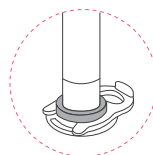

Figure 14
**REMARQUE :** Assurez-vous qu'il est complètement inséré jusqu'à ce que vous atteigniez la marque sur le tuyau et enclenchez les clips de verrouillage dans chaque orifice d'eau pour éviter les fuites d'eau (**Figure 14**).